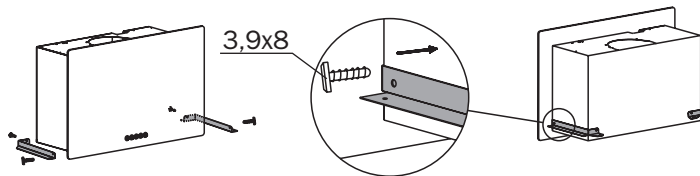

Рис. 3
3. Прикрутите металлические скобы с монтажного комплекта саморезами 3,9x8 к вытяжке (Рис. 3).